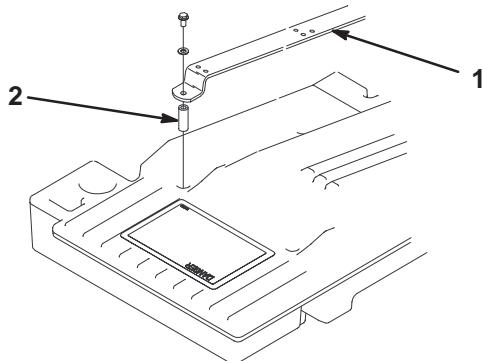

Figure 3
1. Retirez les vis, rondelles et entretoises de fixation des brides de montage du siège au châssis du groupe de déplacement (Fig. 3).